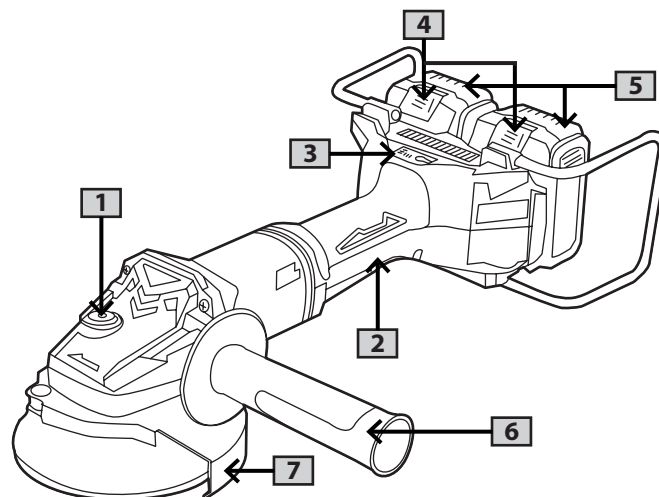

Рисунок 1.5
ВНИМАНИЕ! При установке оснастки следуйте указаниям по направлению её вращения. Закрутите наружный фланец «1». Заблокируйте шпиндель, нажав кнопку «2» (рисунок 1.5), и крепко затяните наружный прижимной фланец ключом. Для снятия оснастки нажмите кнопку блокировки «2» (рисунок 1.5) и прилагаемым ключом открутите фланец.
ЗАПРЕЩЕНО! Не включайте блокировку «2» (рисунок 1.5) при вращающемся шпинделе. Это может привести к повреждению инструмента.
- Для включения электроинструмента нажмите выключатель «1» (рисунок 1.5) и держите его нажатым.
В зависимости от характера работы, обрабатываемого материала и используемого расходного инструмента последовательным нажатием кнопки «5» (рисунок 1.5), при работающем двигателе, нужное количество раз установите необходимую частоту вращения.